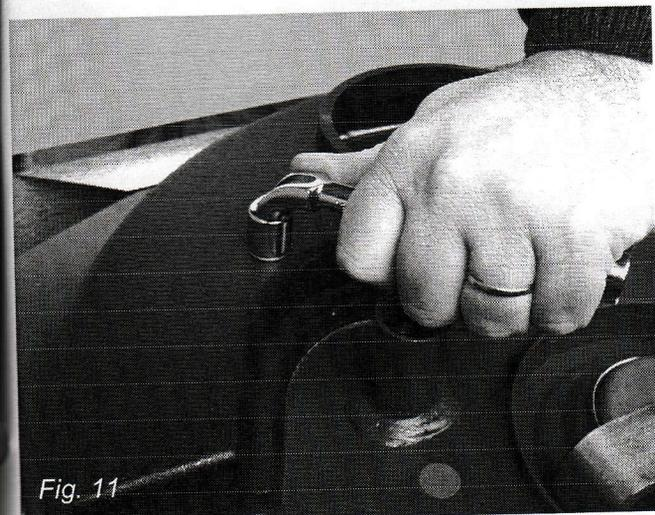

Fig. 11
- dévisser les 2 vis de fixation de la buse de fumées (Fig. 11),